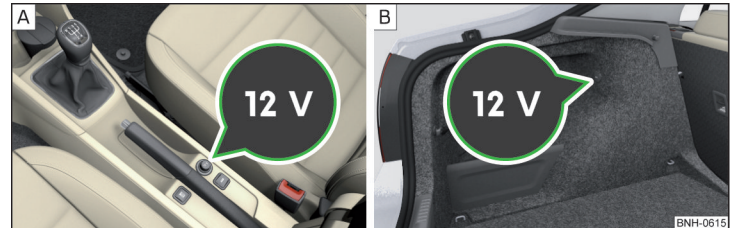

Abb. 96 Abdeckung der 12-Volt-Steckdose: in der Mittelkonsole vorn / im Gepäckraum
- Zum **Gebrauch** die Abdeckung der Steckdose abnehmen » Abb. 96 - **A** bzw. die Abdeckung der Steckdose öffnen » Abb. 96 - **B**.